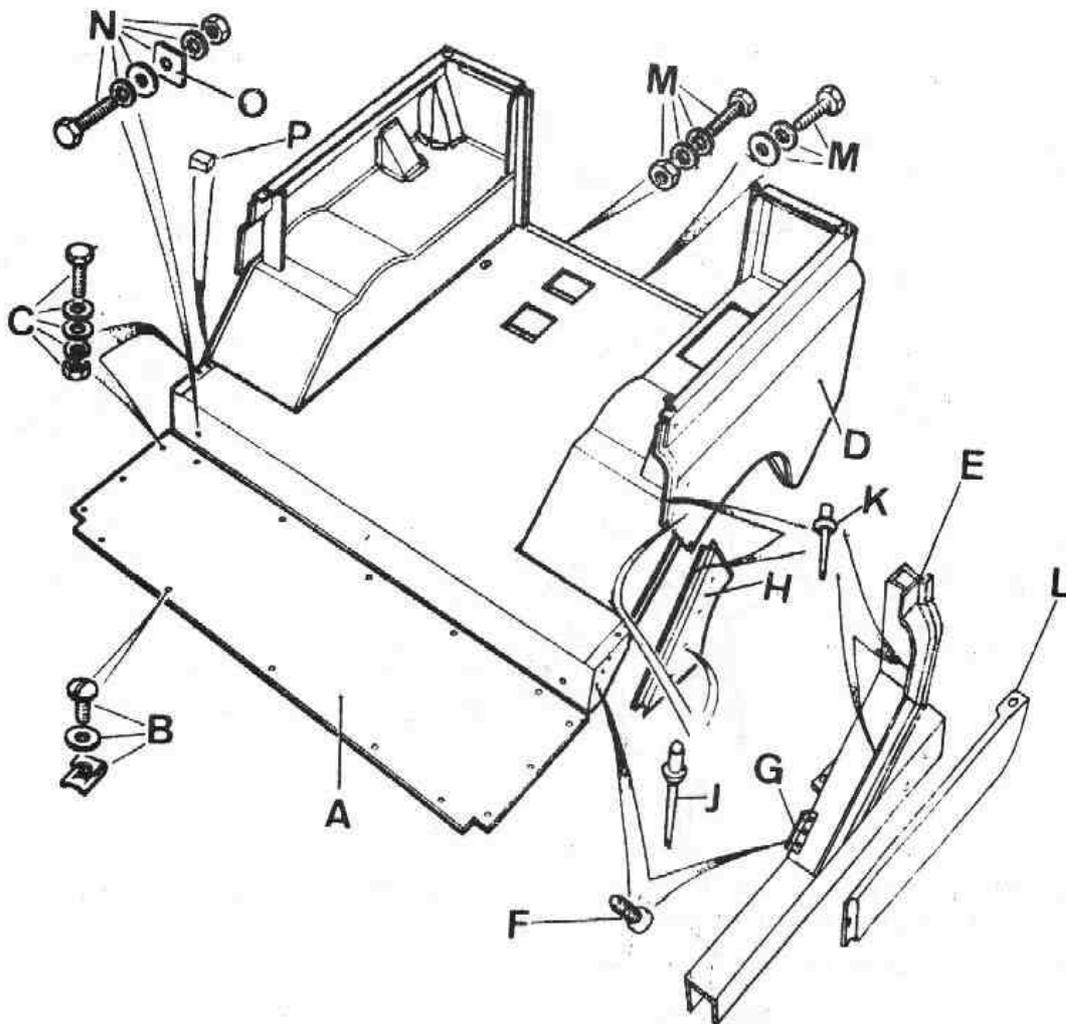

Fig. Q-50 Desmontaje de la caja de carga
- 5.6. Desmontar el piso intermedio, A (Fig. Q-50) soltando sus elementos de fijación, B.
- 5.7. Desmontar los elementos de fijación, C (Fig. Q-50) del conjunto marco puertas laterales, E, a la caja de carga, D.
- 5.8. Soltar los tornillos, F (Fig. Q-50) de fijación del junquillo, G, a la caja de carga, D.
- 5.9. Desmontar el panel, H (Fig. Q-50), cortando los remaches "pop", J y K, y -- soltando el tornillo de fijación al panel umbral, L.
- 5.10. Cortar los remaches "pop", J y K (Fig. Q-50) que fijan los paneles laterales de la caja de carga, D, al conjunto del marco de las puertas laterales, E.
- 5.12. Soltar los elementos de fijación, M (Fig. Q-50) de la caja de carga, D, a -- los soportes del travesaño posterior del chasis.
- 5.13. Soltar los elementos de fijación, N (Fig. Q-50) de la caja de carga, D, a -- los soportes delanteros del chasis.
- a) Antes de posicionar la caja de carga, D (Fig. Q-50) sobre el vehículo, situar en ésta, dos juntas de caucho, P, para apoyo tope del conjunto marco de las puertas laterales, E.
- b) Poner cuantos suplementos, O (Fig. Q-50) sean necesarios entre los soportes delanteros del chásis y la caja de carga, D.
- c) Antes de apretar los elementos de fijación, M y N (Fig. Q-50) de la caja de carga, D, al chásis, situar ésta en línea con los demás conjuntos de la carrocería, retaladrando su posición, si fuese necesario.
- e) Al realizar el montaje del piso intermedio, A (Fig. Q-50) posicionar una junta de masilla plástica entre éste y la superficie de apoyo.